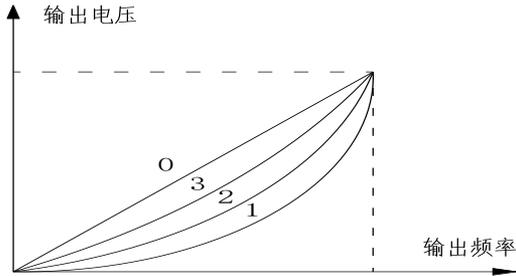

图 6-11 V/F 曲线示意图
- 0: 线性电压/频率控制模式（恒转矩负载），图 6-11 中的曲线 0。
- 1: 平方电压/频率控制模式，如图 6-11 中的曲线 1。
- 2: 1.5 次转矩/频率控制模式，如图 6-11 中的曲线 2。
- 3: 1.2 次转矩/频率控制模式，如图 6-11 中的曲线 3。